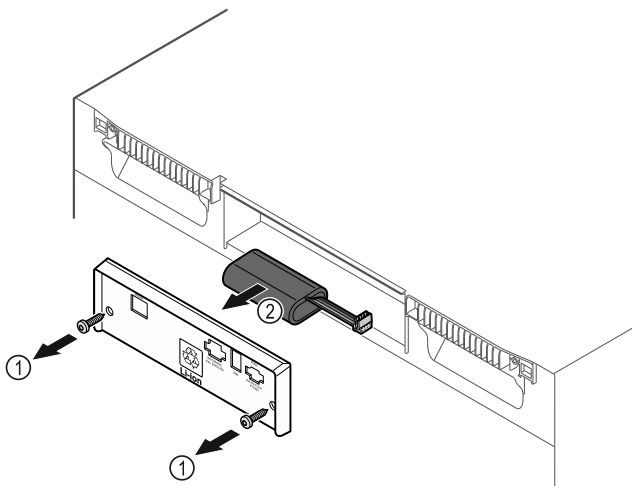

Fig. 240
- ▶ Schrauben herausdrehen und Abdeckung auf der Rückseite des Gerätes entfernen *Fig. 240 (1)*.
- ▶ Batterie abstecken und herausnehmen *Fig. 240 (2)*.